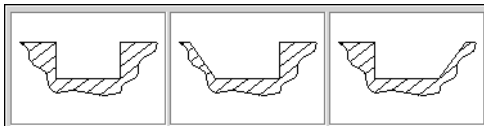

Рис. 4.4.
1. В левой области окна **Канавки** показан вид канавки по умолчанию. Для того чтобы выбрать другой вид, щелкните на слайде правой (или два раза левой) клавишей мыши. Появится развернутое меню видов канавок (рис. 4.4).
1. В левой области окна показан вид канавки по умолчанию. Чтобы выбрать другой вид, щелкните на слайде правой (или два раза левой) клавишей мыши. Появится развернутое меню видов канавок (рис. 4.4).